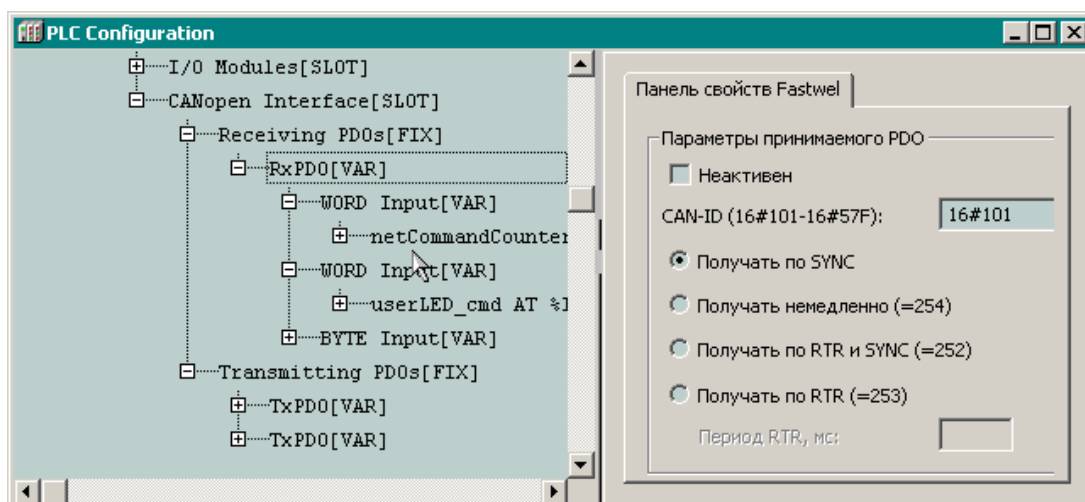

Рис. 30. Символические имена для каналов полей приема данных
Настройка параметров входящих коммуникационных объектов выполняется в диалоговой панели, показанной на рис. 30, а описание параметров приведено в табл. 3.
5. Раскройте добавленные поля приема данных, как показано на рис. 30 и введите символические ссылки для соответствующих входных каналов: для первого *WORD*